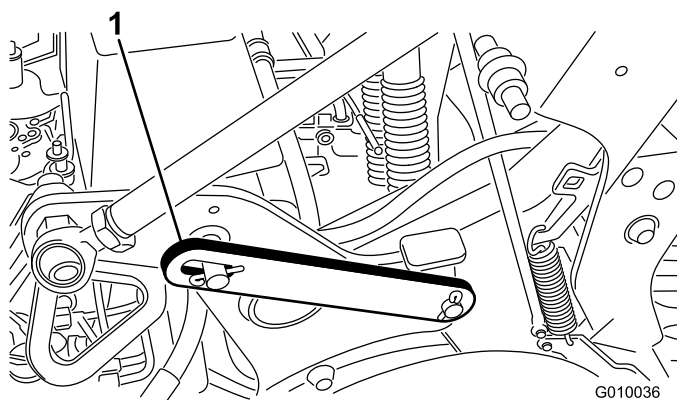

図 21
2. ラッチを収納位置に止めているクリップ・リングを外す（図 21）。